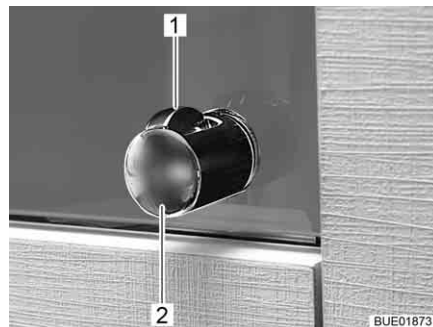

Fig. 44 Maniglia con bottone di sbloccaggio
- Premere il bottone di sbloccaggio (Fig. 44,1) e mantenerlo premuto.
- Tirare la maniglia (Fig. 44,2) finché lo sportello del mobile non si apre.